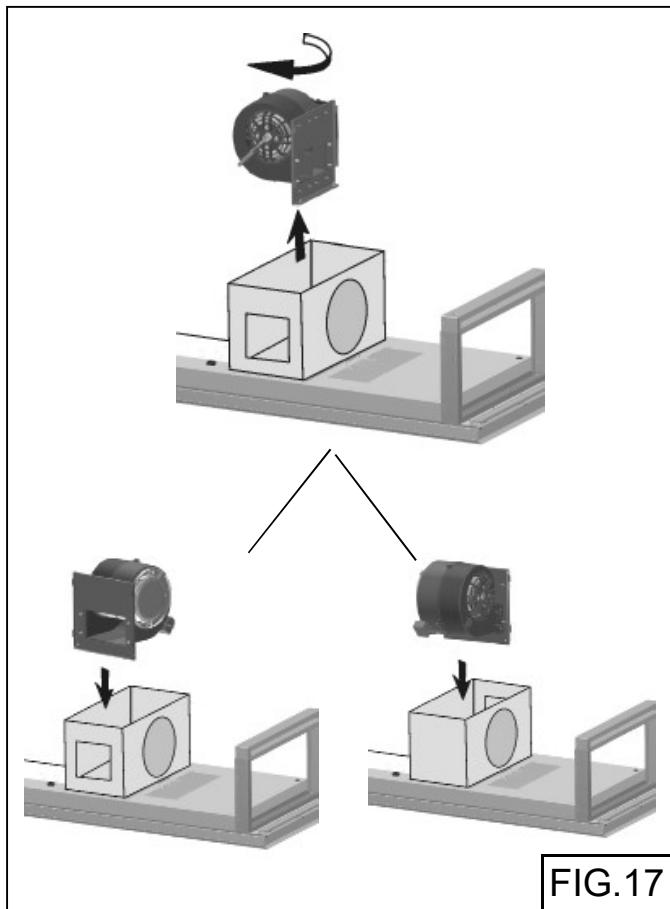

FIG.17
- Gíre el ventilador de 90 grados y reinstale (2) tornillos (Fig.17). Reinstala las cajas del ventilador, brida y tornillos.